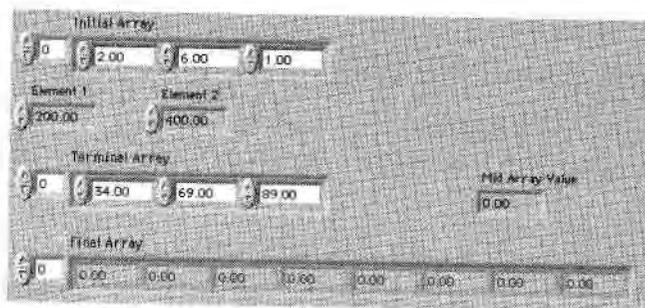
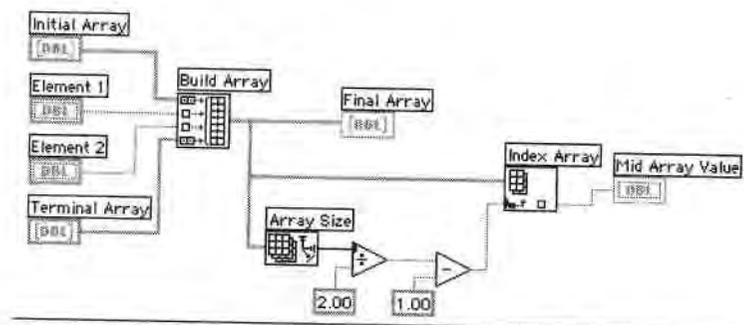

Рис. 7.24
Рис. 7.25
1. Откройте ВП **Array Exercise.vi**, который расположен в директории EVERYONE \ CH7 . LLB. Лицевая панель этого прибора содержит два вход\*.. ных массива (каждый показывает три элемента), два цифровых элемен- j та управления и выходной массив (показывающий восемь элементов), Для создания нового массива ВП объединяет два массива и значения i элементов управления в такой последовательности: Начальный массив + элемент 1 + элемент 2 + завершающий массив. Лицевая панель уже создана. Закончите построение блок-диаграммы, Элементы управления и отображения массивами будут иметь серый цвет, пока вы или программа не введете в них какие-либо данные (рис. 7.24), 2. Постройте блок-диаграмму, как показано на рис. 7.25. Используйте окно . контекстной помощи для нахождения соответствующих терминалов] функций.